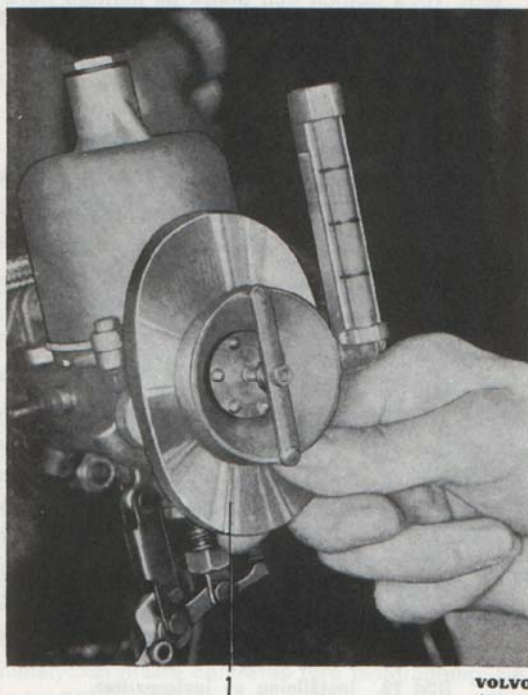

Bild 20. Mätning av genomströmning, för lika inställning av båda förgasarna.
- Starta motorn. Kontrollera att gasspjällen är lika mycket öppnade i båda förgasarna med en speciell vakuummeter, som anbringas mot luftrenarens anslutningsplan. Se bild 20. Ändra tomgångsskruvarna vid gasspjällen så att mätaren ger lika utslag för båda förgasarna.